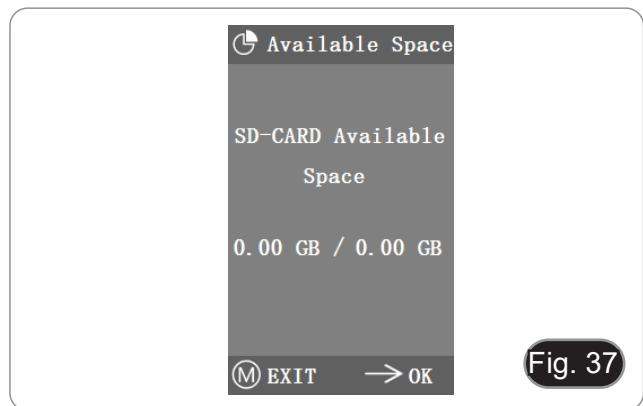

Fig. 37
2. Se viene visualizzato "0.00 Gb /0.00 Gb" (Fig. 37), la scheda SD non è stata inserita con successo; provare a reinserirla.